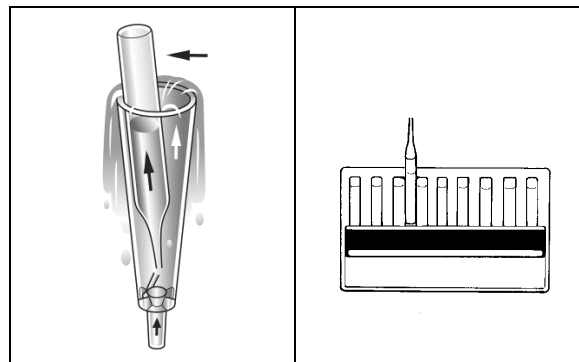

Figure 1
2. Placer l'ampoule CHEMet, pointe vers le bas, dans le tube de prélèvement ou le bécher à échantillons. Casser la pointe de l'ampoule. L'ampoule se remplit alors d'échantillon et une bulle d'air destinée à permettre le mélange de ce dernier se forme (fig. 1).